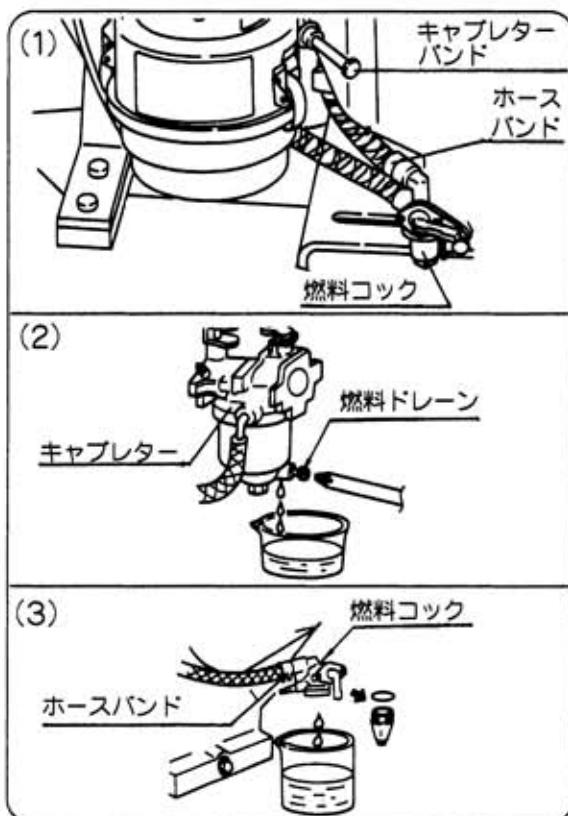

図64
#### ③ ガソリンの抜取り(図64)
(1) 燃料タンク内のガソリン抜取り